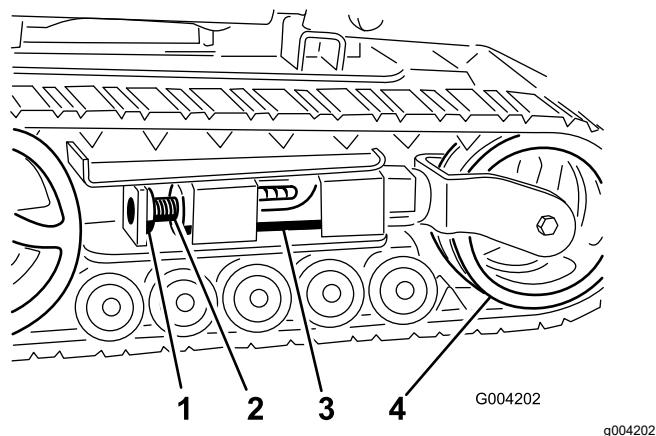
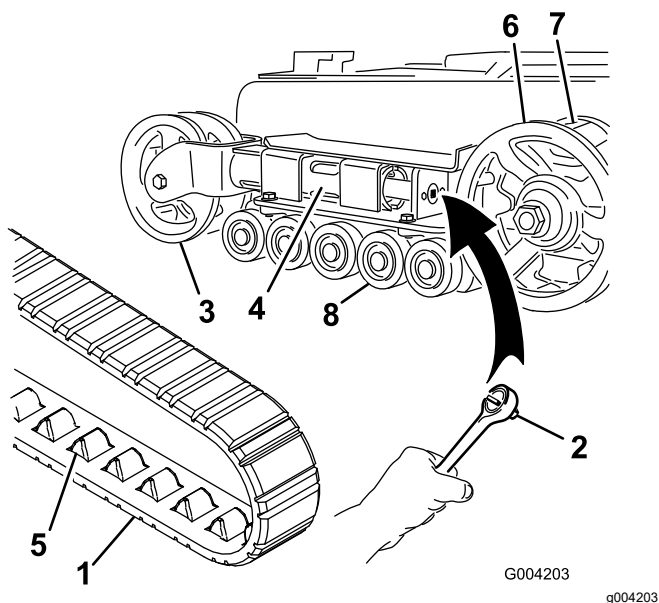
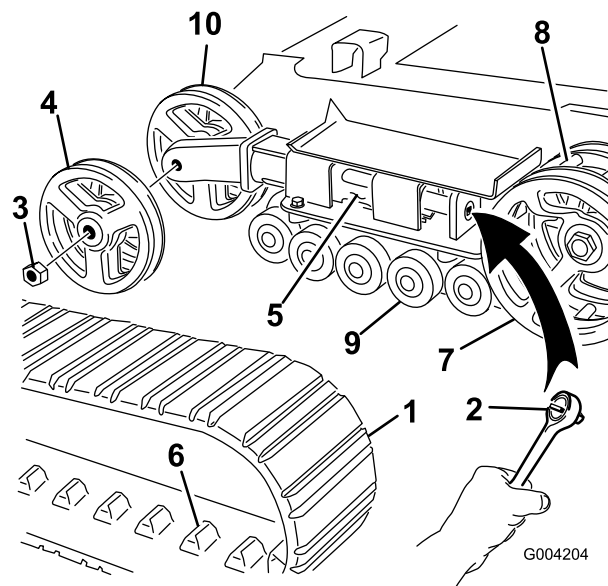

Figure 49
Figure 50
Figure 51
4. Enlevez le boulon et l'écrou de blocage (Figure 49).
6. Alignez l'encoche la plus proche dans la vis de tension avec le trou du boulon de blocage et fixez la vis avec le boulon et l'écrou de blocage (Figure 49).
Remarque: Les chenilles sont de type étroit si les roues de tension avant sont montées à l'intérieur d'une chape au bout du tube de tension (Figure 50).
5. À l'aide d'une clé à cliquet de $\frac{1}{2}$ pouce, tournez la vis de tension dans le sens horaire pour détendre la transmission (Figure 49 et Figure 50).
6. Poussez la roue de tension vers l'arrière de la machine pour appuyer le tube de tension contre le cadre (Figure 50).
8. Lorsque la chenille est déchaussée, retirez-la du pignon d'entraînement et des galets de roulement (Figure 50).
9. Pour installer la chenille neuve, commencez par l'enrouler autour du pignon d'entraînement, en veillant à ce que les crampons s'engagent correctement entre les dents du pignon (Figure 50).
10. Poussez la chenille sous et entre les galets de roulement (Figure 50).
Remarque: Les chenilles sont de type large si les roues de tension avant sont montées sur les côtés au bout du tube de tension (Figure 51).
5. À l'aide d'une clé à cliquet de ½ pouce, tournez la vis de tension dans le sens horaire pour détendre la transmission (Figure 49 et Figure 51).
6. Poussez la roue de tension vers l'arrière de la machine pour appuyer le tube de tension contre le cadre (Figure 51).
7. Retirez l'écrou de fixation de la roue de tension extérieure et déposez la roue (**Figure 51**).
8. Déposez la chenille (**Figure 51**).
9. Retirez l'écrou de fixation de la roue de tension intérieure et déposez la roue (**Figure 51**).
13. Posez la roue de tension intérieure et fixez-la avec l'écrou retiré précédemment (**Figure 51**).
15. Posez la chenille neuve en prenant soin que les crampons s'engagent entre les dents au centre du pignon (**Figure 51**).
16. Posez la roue de tension extérieure et fixez-la avec l'écrou retiré précédemment (**Figure 51**).
6. Placez le chapeau de galet de roulement sur la tête du boulon (**Figure 50**).
7. Fixez le chapeau avec le circlip (**Figure 50**).